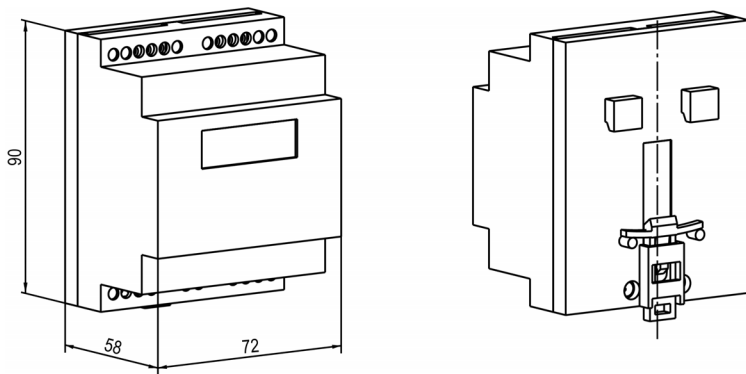

Рисунок 4.4 – Габаритные размеры корпуса Д
1. Подготовить место на DIN-рейке для установки прибора (см. *рисунок 4.4*).